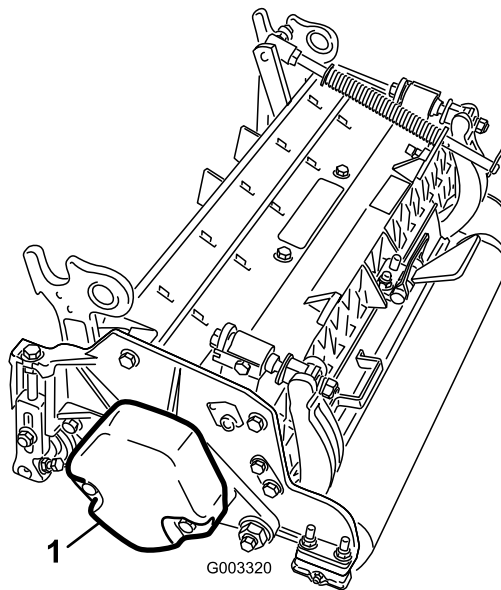

Figura 3
4. Il contrappeso (Figura 3) deve essere montato dal lato giusto dell'elemento di taglio, come descritto nel *Manuale dell'operatore* degli elementi di taglio.